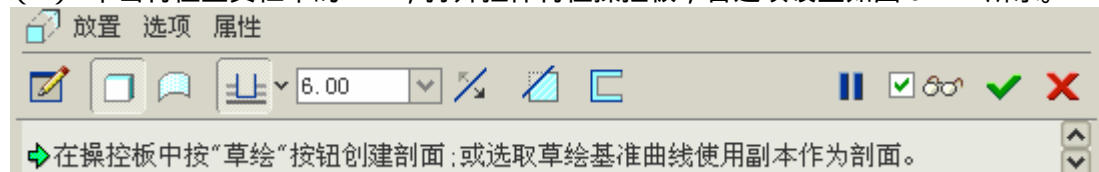

图 61-27
(1) 单击特征工具栏中的 ，打开拉伸特征操控板，各选项设置如图 61-27 所示。